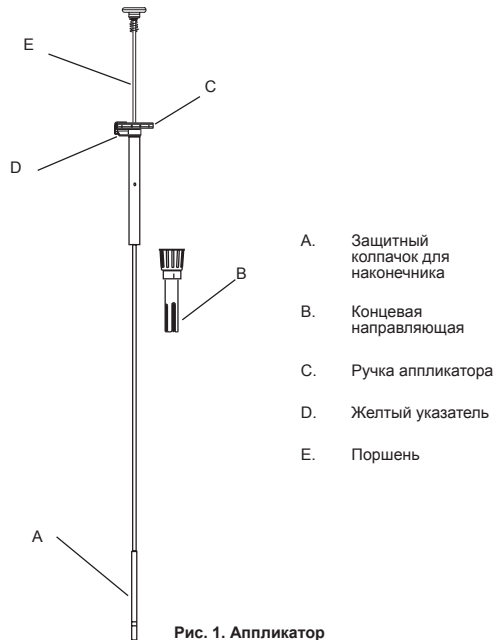

Рис. 1. Аппликатор
- При введении гранул убедитесь в правильном совмещении желтой стрелки-указателя (D на рис. 1) с красной стрелкой на биопсийном зонде.
Изображение аппликатора см. на рис. 1.